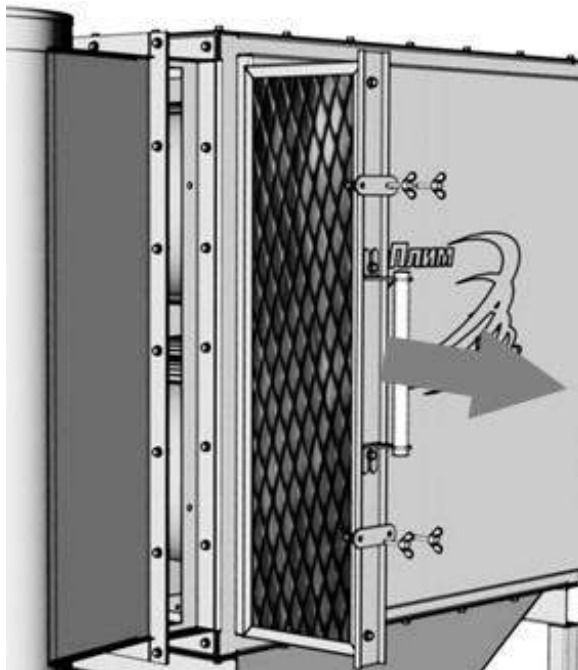

Рисунок 39
- 1) отвинтить винты, крепящие прижимную планку (рисунок 39)